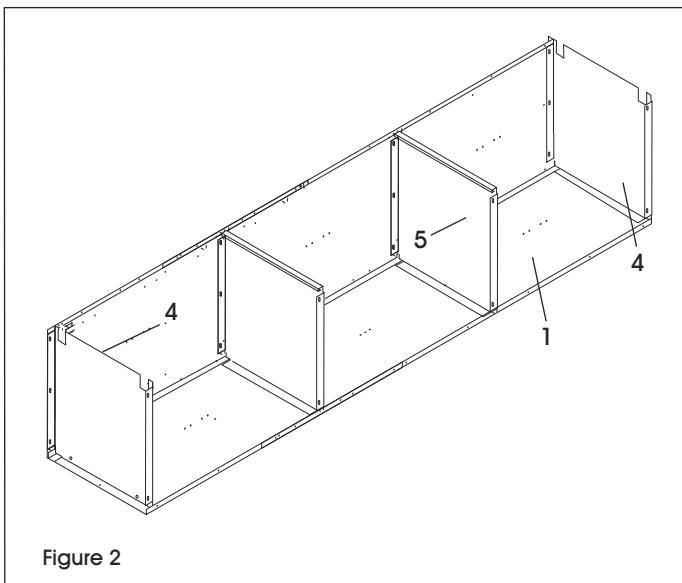

Figure 2
3. Boulonnez ensuite les tablettes supérieure (4) et inférieure (4) aux panneaux arrière et latéral gauche (utilisez 4 boulons et écrous pour chacune). Boulonnez les tablettes (5) au panneau latéral gauche (utilisez 2 boulons et écrous pour chacune). (Voir Figure 2)